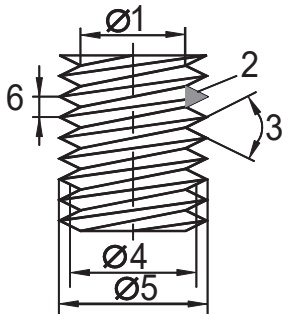

Abb. 2.1
5. Bezeichnen Sie die Positionen 1–6 am skizzierten Gewinde (Abbildung 2.1).